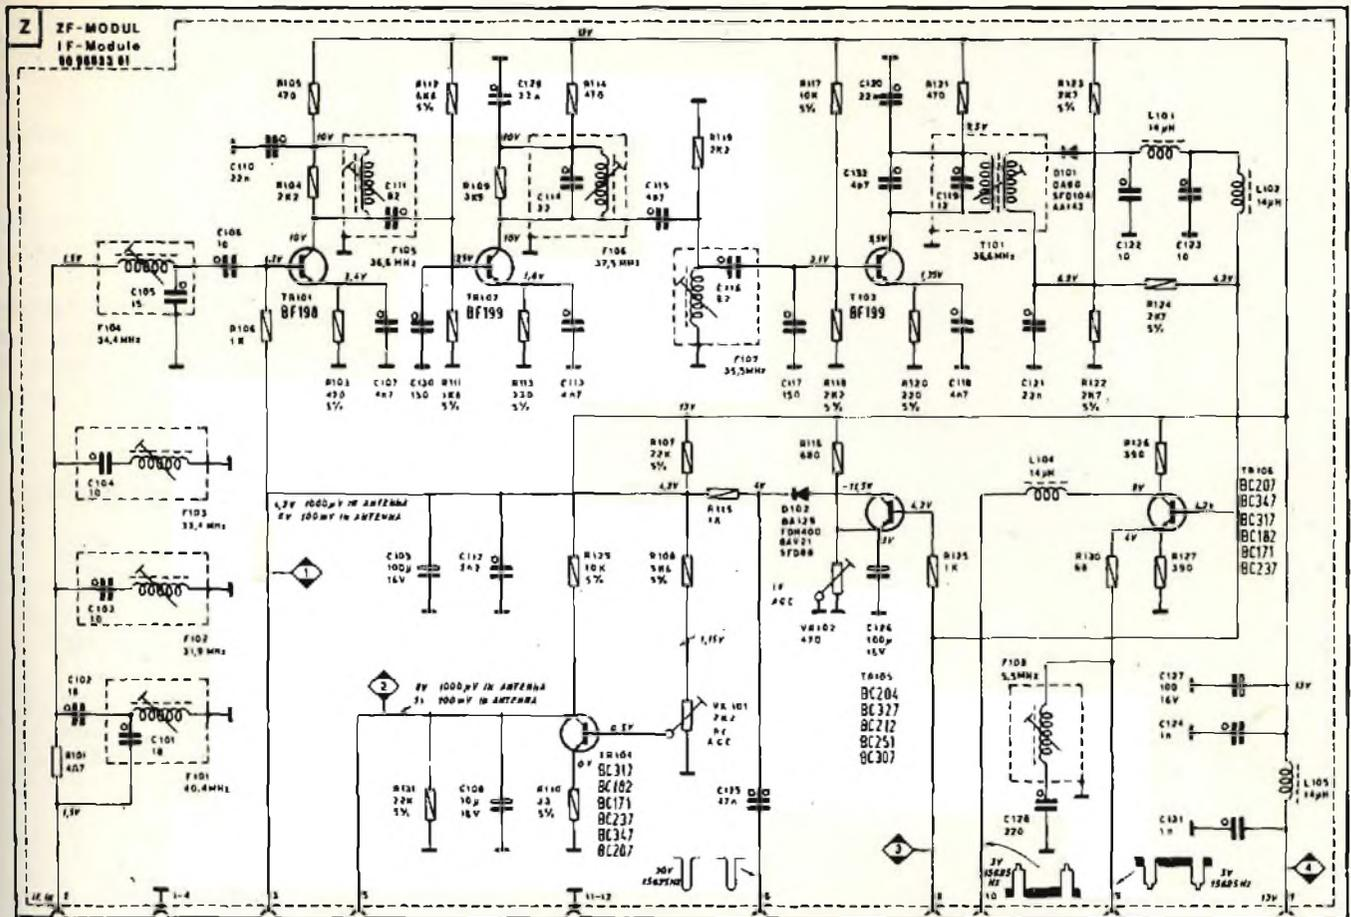
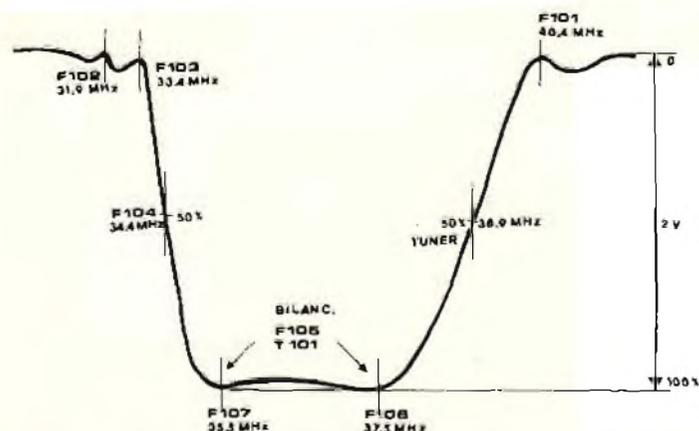

Fig. 4 - Schema elettrico dell'amplificatore della frequenza intermedia.
Fig. 6 - Curva di risposta della frequenza intermedia con indicate le frequenze di accordo delle relative bobine.
E' a transistori (fig. 4). E' contenuto nel modulo Z riportato in fig. 5. Il segnale a frequenza intermedia (I.F.) proveniente dal terminale 7 del tuner viene applicato alla base del transistoro TR 101 all'ingresso
La curva passa-banda della frequenza intermedia è ottenuta (fig. 6) «sfalsando», come al solito, le frequenze di accordo dei circuiti di accoppiamento intermedi.
In fig. 6 è riportata la curva di risposta dell'amplificatore F.I.
L'amplificatore della frequenza intermedia video di cui in fig. 4 abbiamo riportato allo schema elettrico ed in fig. 6 la curva di risposta possiede le seguenti caratteristiche:
- Attenuazione delle portanti I.F. con riduzione di guadagno di 40 dB audio (fig. 6)